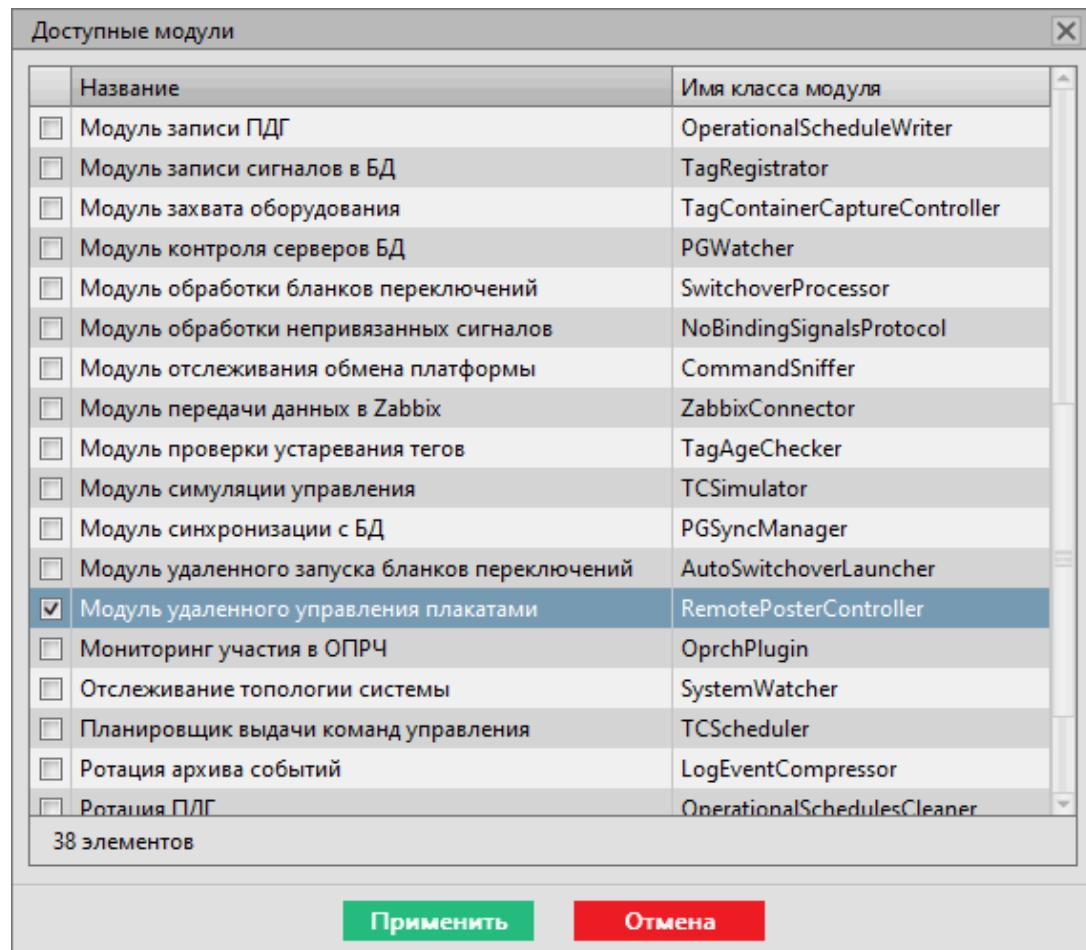

Рисунок 119 - Добавить модуль удаленного управления плакатами
- На вкладке **Настройки узла** Redkit Configurator в узел сбора и обработки данных (*Redkit_Master* и *Redkit_Slave* – для конфигурации с резервированием, *Redkit_System_Service* – для односерверного режима) добавьте **Модуль удаленного управления плакатами** (Рисунок 119).